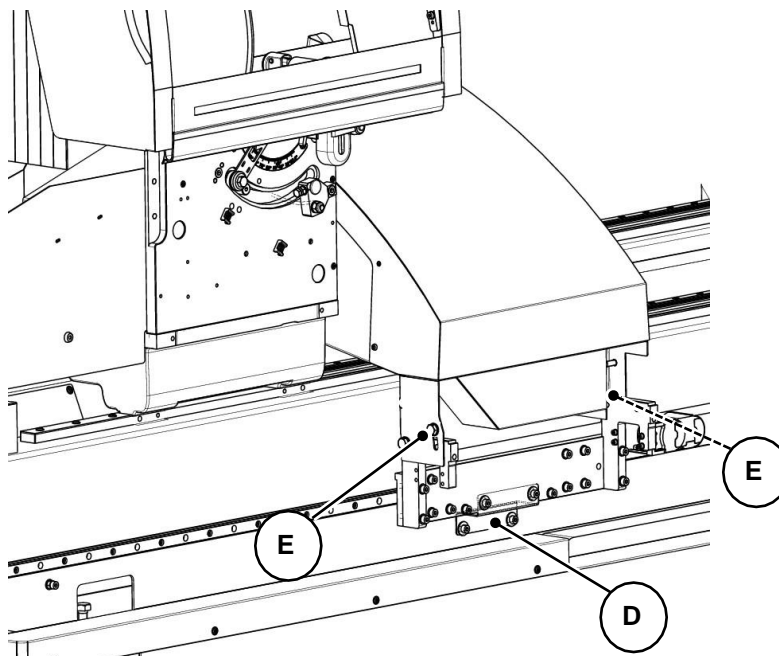

Fig. 05-06
- Retirar o suporte de bloqueio cor de laranja "D" (Fig. 05-06)
- Retirar os 2 parafusos de fixação superiores "E" (Fig. 05-06) nos 2 lados da consola.